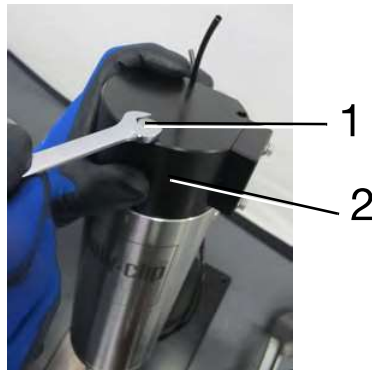

Bild 1-8 1 Schraube
Unter dem Ventilkopf (2, Bild 1-8) stehen Kolben und Stempel durch eine Druckfeder unter Spannung. Werden die Schrauben (1) gelöst, schnellit Ihnen der Ventilkopf entgegen.